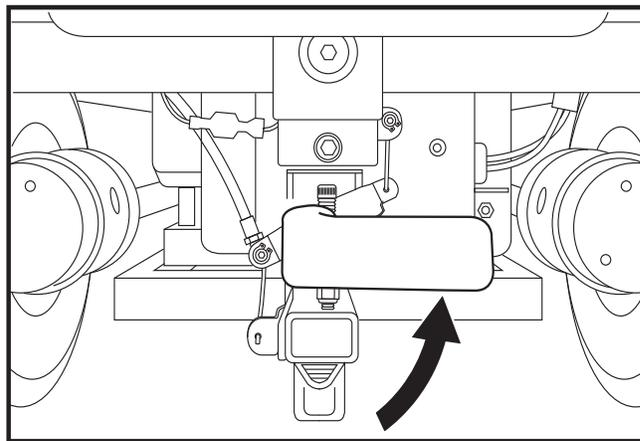

Figure 9. Mode de traction (embrayé)
2. Pivotez les leviers de débrayage dans le sens opposé aux aiguilles d'une montre pour embrayer les moteurs (mode de fonctionnement). **Voir la figure 9.**